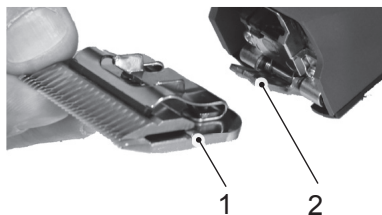

Fig. 8
6. Inserte el cabezal esquiladora deseado en la charnela de peine y levántelo por presión ligera hacia la esquiladora en marcha (fig. 8, 9, 10).